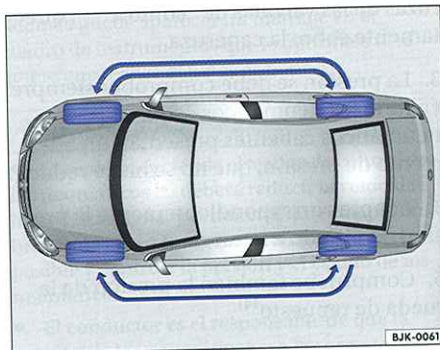

Fig. 21 Esquema para el cambio de ruedas
- Cuando se cambian $\Rightarrow$ página 70, fig. 21 las ruedas se tiene que comparar de nuevo el indicador de control de neumáticos. $\blacktriangleleft$
Si los neumáticos de las ruedas delanteras están mucho más desgastados que los traseros, es recomendable intercambiar las ruedas según el esquema ⇒ página 70, fig. 21. Actuando de este modo se consigue que la vida útil de todos los neumáticos sea aproximadamente la misma.